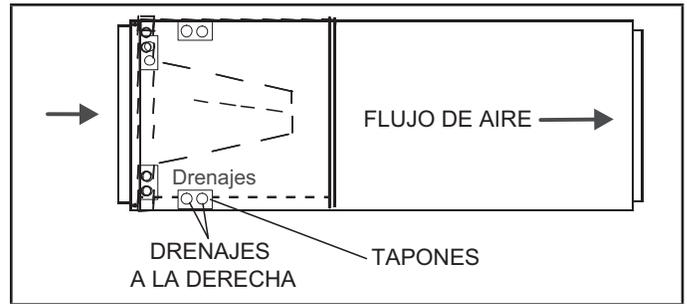

FIGURA 5. Configuración de descarga a la derecha
- 4 - La configuración horizontal se muestra en la Figura 5.